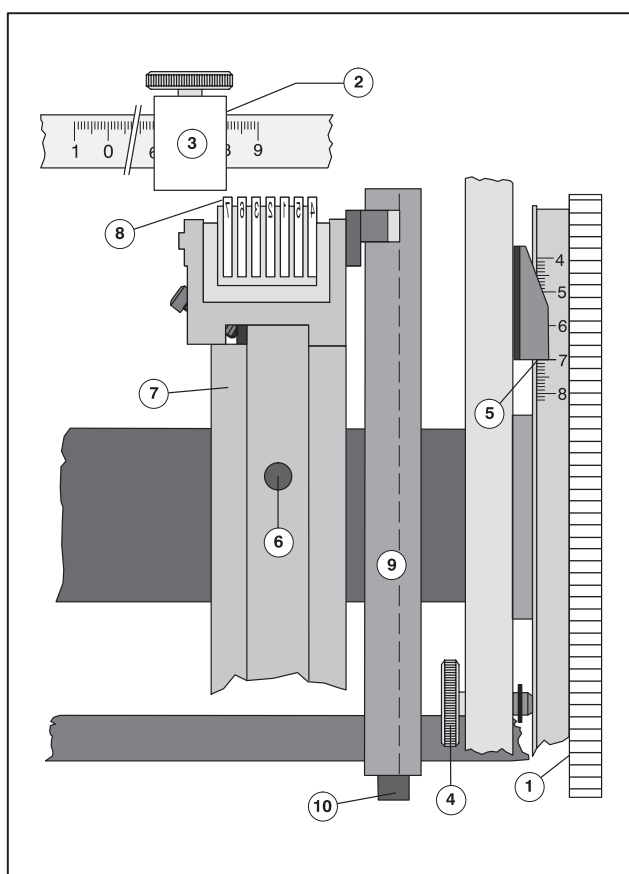

Рис. 39 Выставление нумераторных головок по горизонтали
- Горизонтальное расположение цифр от кромки листа: $171,5 \text{ мм} \text{ минус } 91,5 \text{ мм} = 80 \text{ мм}$; это соответствует величине настройки 8 на измерительной шкале (Рис. 39/②).
- ① Раздвижной калибр (Рис. 39/③) сдвинуть вправо, внешнюю кромку установить на 8 и зафиксировать позицию винтом с накатанной головкой.
- ② Ослабить винт с внутренним шестигранником (Рис. 39/⑥) на посадочном кольце.
- ③ Посадочное кольцо (Рис. 39/⑦) сдвигать, пока внешний край цифр колеса разряда единиц (Рис. 39/⑧) не совпадет с кромкой раздвижного калибра (Рис. 39/②).
- ④ Винт с внутренним шестигранником (Рис. 39/⑥) снова затянуть, чтобы зафиксировать посадочное кольцо.
- ⑤ Приложить установочный шаблон к нумераторной головке (см. раздел "Кулачки переключения").
- ⑥ Кулачок переключения (Рис. 39/⑨, здесь ЛН - левосторонний) придвинуть к установочному шаблону и зафиксировать положение на переключающем валу обоими винтами с внутренним шестигранником (Рис. 39/⑩).